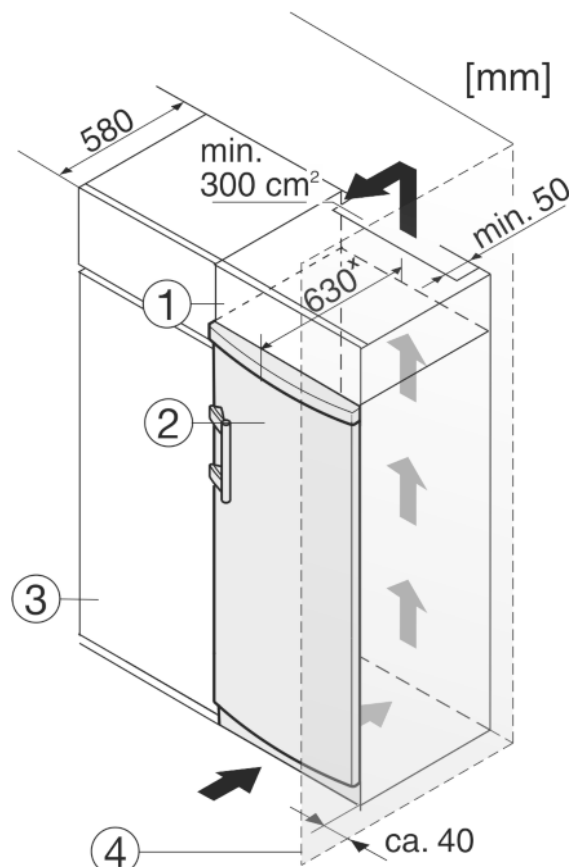

Fig. 10
- (1) Dulap suspendat
- (2) Aparat
- (3) Dulap de bucătărie
- (4) Perete
Aparatul poate fi refăcut cu dulapuri de bucătărie. Pentru a aduce aparatul Fig. 10 (2) la același nivel cu mobilierul de bucătărie, se poate monta deasupra aparatului un dulap suspendat Fig. 10 (1).
La integrarea în dulapurile de bucătărie (adâncime maximă 580 mm), aparatul poate fi amplasat direct lângă dulapul de bucătărie Fig. 10 (3). Aparatul iese în afară în partea laterală cu 34 mm *, iar în centrul aparatului cu 50 mm *, în raport cu suprafața frontală a dulapului de bucătărie.
Atunci când aparatul este montat cu balamalele lângă un perete *Fig. 10 (4)*, distanța dintre aparat și perete trebuie să fie de minim 40 mm. Această valoare corespunde proeminenței mânerului cu ușa deschisă.